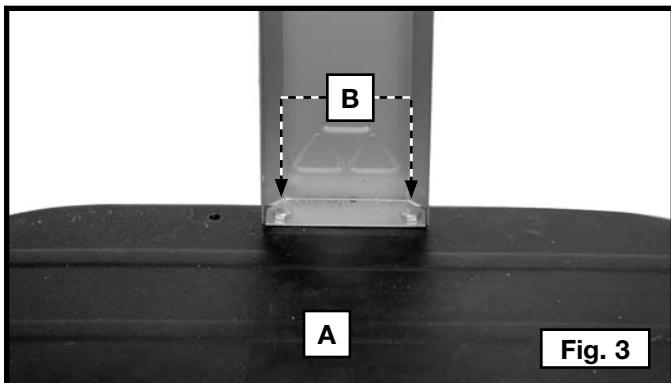

Fig. 3
1. Placer la base du dépoussiéreur (A), fig. 3, en position verticale.
3. Insérer un boulon à tête hexagonale de 7,9 mm (5/16 po)-18 x 19,1 mm (5/8 po) (B), fig. 3, à travers chaque trou du support latéral et de la base (A).